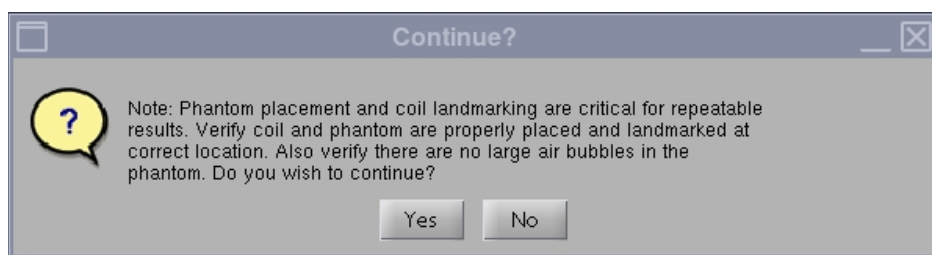

Figura 4
3. Dopo l'avvio, comparirà la nota “Phantom placement and coil landmarking are critical for repeatable results” (Il posizionamento del fantoccio e la definizione della posizione della bobina sono fondamentali per ottenere risultati ripetibili). Se i punti di riferimento sono stati impostati correttamente e non vi sono bolle d'aria nel fantoccio, fare clic su **[Yes]** (Sì) per continuare (Figura 4).